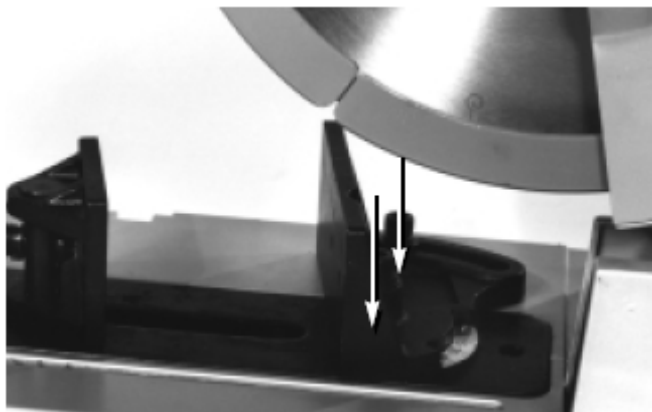

图2 — 虎钳角度调整
1. 干切锯配有双手柄操作的虎钳，调节角度左右可达 45° 至 90° 之间。调节虎钳时，先松动夹片外的两个螺栓，调至所需的角（见图2），然后拧紧螺栓，并锁定到位。